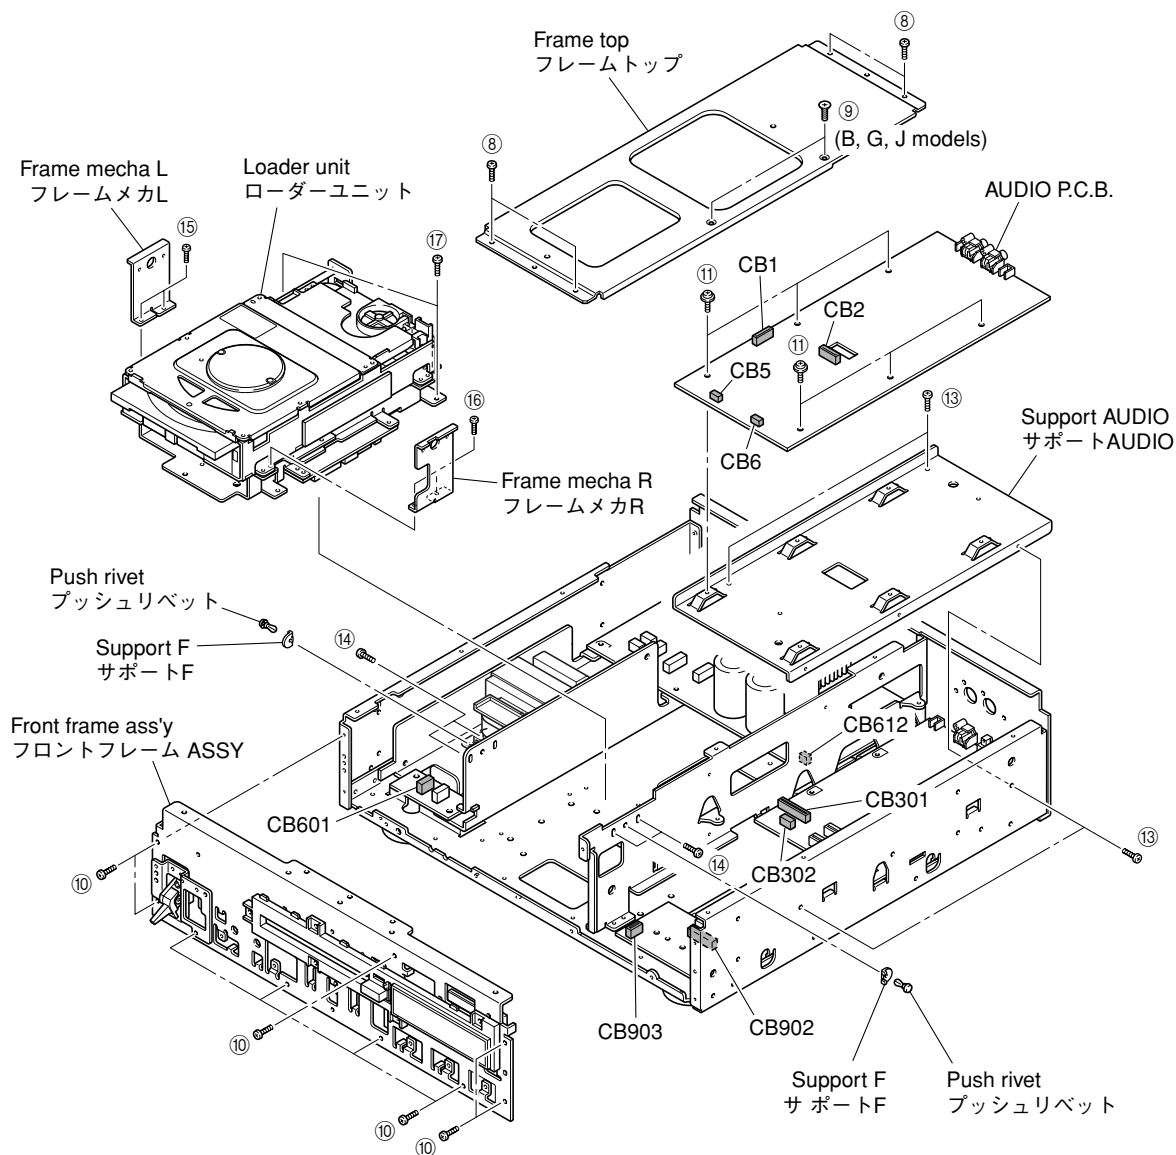

Fig. 4
- Remove 4 screws (⑧), 2 screws (⑨) (B, G models) and then remove the frame top. (Fig. 4)
- Remove 9 screws (⑩). (Fig. 4)
- Remove CB601 and CB902. (Fig. 4)
- Remove the front frame ass'y. (Fig. 4)
- Remove 6 screws (⑪). (Fig. 4)
- Remove CB1-2 and CB5-6. (Fig. 4)
- Lift the front of AUDIO P.C.B. and then remove it. (Fig. 4)
- ⑧のネジ4本、⑨のネジ2本を外し、フレームトップを取り外します。(Fig. 4)
- ⑩のネジ9本を外します。(Fig. 4)
- CB601、CB902を外します。(Fig. 4)
- フロントフレームASSYを取り外します。(Fig. 4)
- ⑪のネジ6本を外します。(Fig. 4)
- CB1-2、CB5-6を外します。(Fig. 4)
- AUDIO P.C.B.の前方を持ち上げ、取り外します。(Fig. 4)
- Remove 4 screws (13) and then remove the support audio. (Fig. 4)
- Remove CB301-302, CB612 and CB903. (Fig. 4)
- Remove 4 screws (14). (Fig. 4)
- Remove 2 push rivets and then remove support F on both sides of the loader unit. (Fig. 4)
- Remove 2 screws (15) and then the frame mecha L. (Fig. 4)
- Remove 2 screws (16) and then remove the frame mecha R. (Fig. 4)
- Remove 2 screws (17) and then remove the loader unit. (Fig. 4)
- 13のネジ4本を外し、サポートAUDIOを取り外します。(Fig. 4)
- CB301-302、CB612、CB903を外します。(Fig. 4)
- 14のネジ4本を外します。(Fig. 4)
- ブッシュリベット2個を外し、両側のサポートFを取り外します。(Fig. 4)
- 15のネジ2本を外し、フレームメカLを取り外します。(Fig. 4)
- 16のネジ2本を外し、フレームメカRを取り外します。(Fig. 4)
- 17のネジ2本を外し、ローダーユニットを取り外します。(Fig. 4)